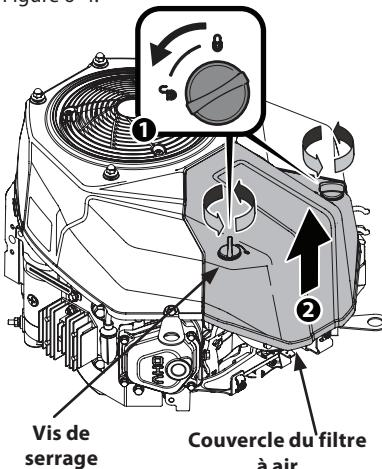

Figure 6-4
2. Retirez le couvercle du filtre à air. Voir Figure 6-4.